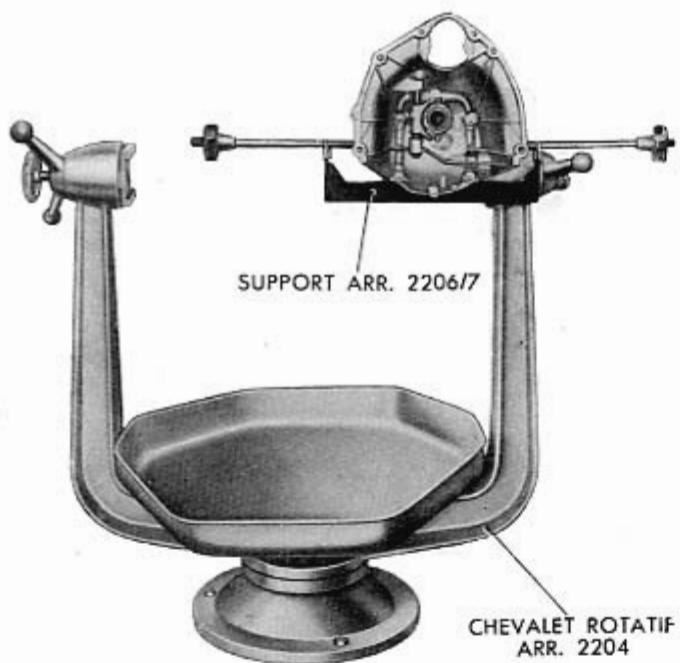

Fig. 171 - Ensemble boîte de vitesses-différentiel sur le chevalet de révision.
- placer l'ensemble sur le chevalet rotatif Arr. 2204, en le fixant au support Arr. 2206/7 (figure 171);